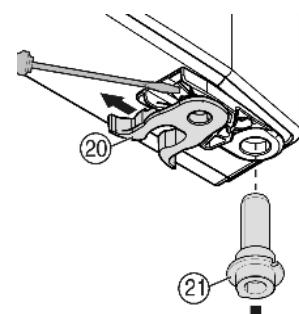

Fig. 9
- Преместване на пружинната скоба Fig. 9 (20): Натиснете надолу фиксиращия палец, изтеглете пружинната скоба над него.
- Извадете лагерните болтове *Fig. 9 (21)* от втулката на вратата и заедно с шайбата ги поставете от срещуположната страна. Фиксиращият палец трябва да сочи към вътрешната страна на вратата, резката - към външната част.
- Завъртете вратата навътре откъм долната страна и поставете лагерния болт *Fig. 9 (21)* в лагерната опора. При нужда завъртете лагерния болт, за да може той да се фиксира.